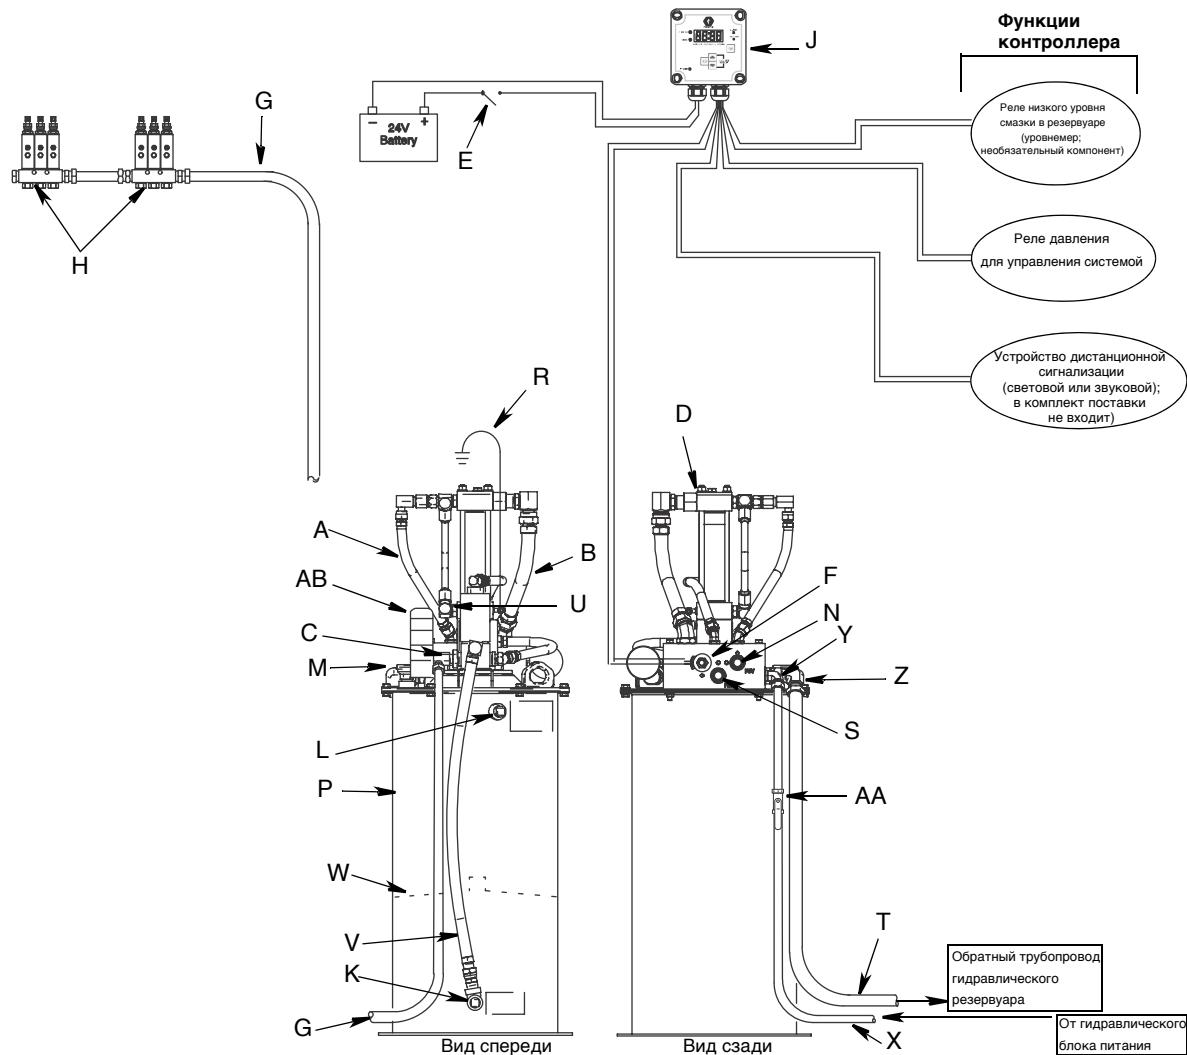
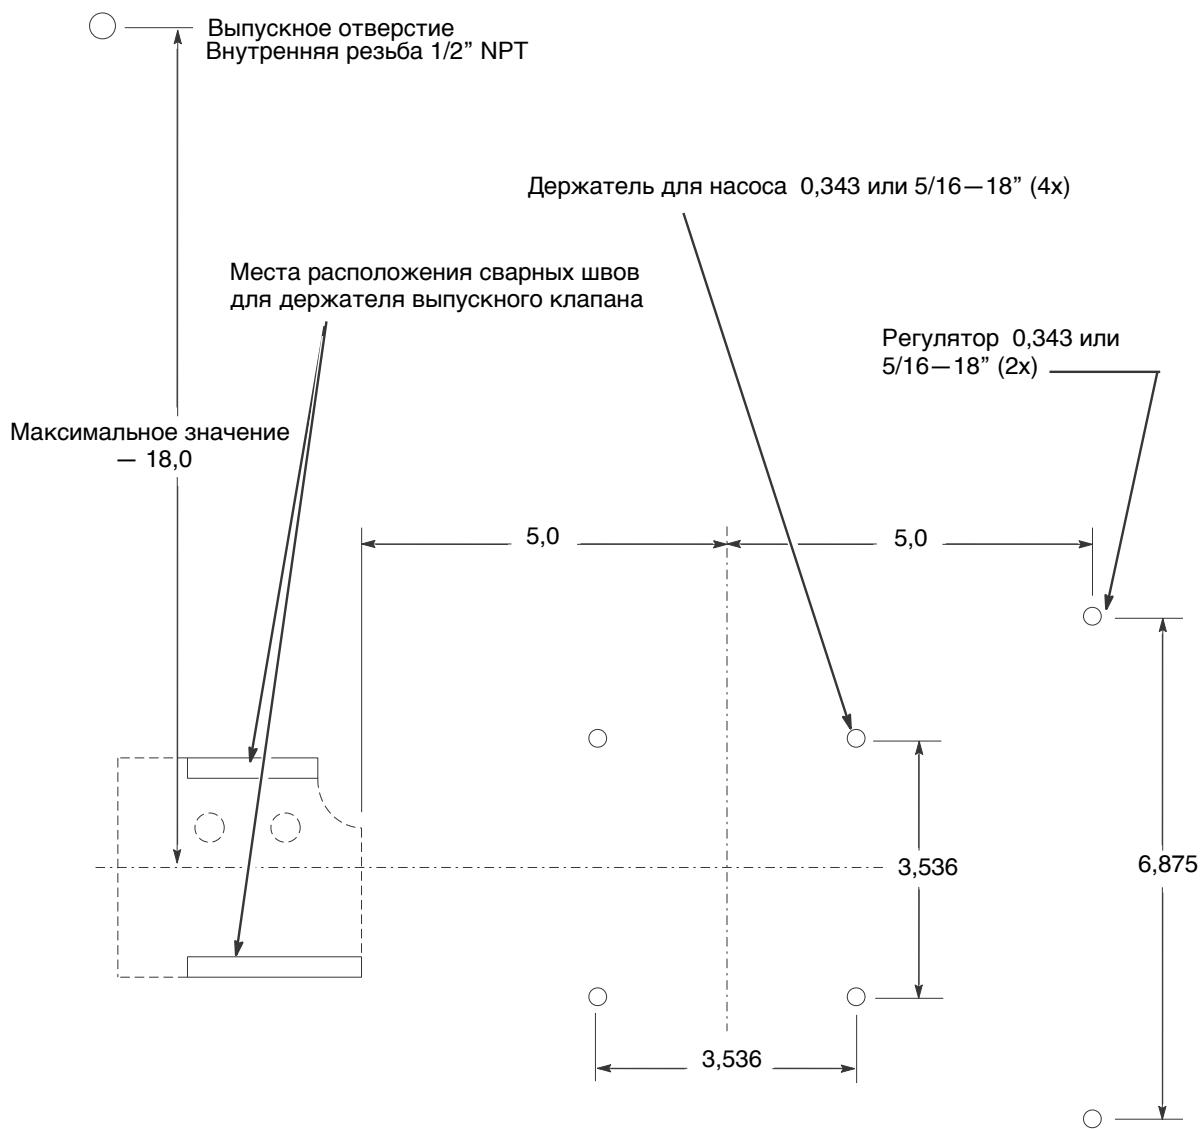

Рис. 4
Рис. 7
(См. Рис. 4 на стр. 8.)
1. Приварите держатель (см. Рис. 7, стр. 10) на место согласно рекомендуемой схеме установки выпускного клапана. При желании держатель можно покрасить.
2. Соедините трубопровод гидравлического регулятора (A) с гидравлическим регулятором выпускного клапана (J).
3. Подключите трубопровод выходного соединения насоса (C) к выпускному отверстию насоса.
4. Подключите трубопровод подачи смазки высокого давления (G, Рис. 4, стр. 8), предназначенный для ввода смазки в инжекторную систему, к отверстию для вывода смазки (E).
5. Подключите выпускной трубопровод (F) к специализированному баку (в комплект поставки не входит).
Представленные на рис. 4—7 схемы можно использовать для выбора и установки компонентов системы. За поддержкой в разработке системы, отвечающей вашим требованиям, обращайтесь к местному дистрибутору компании Graco.